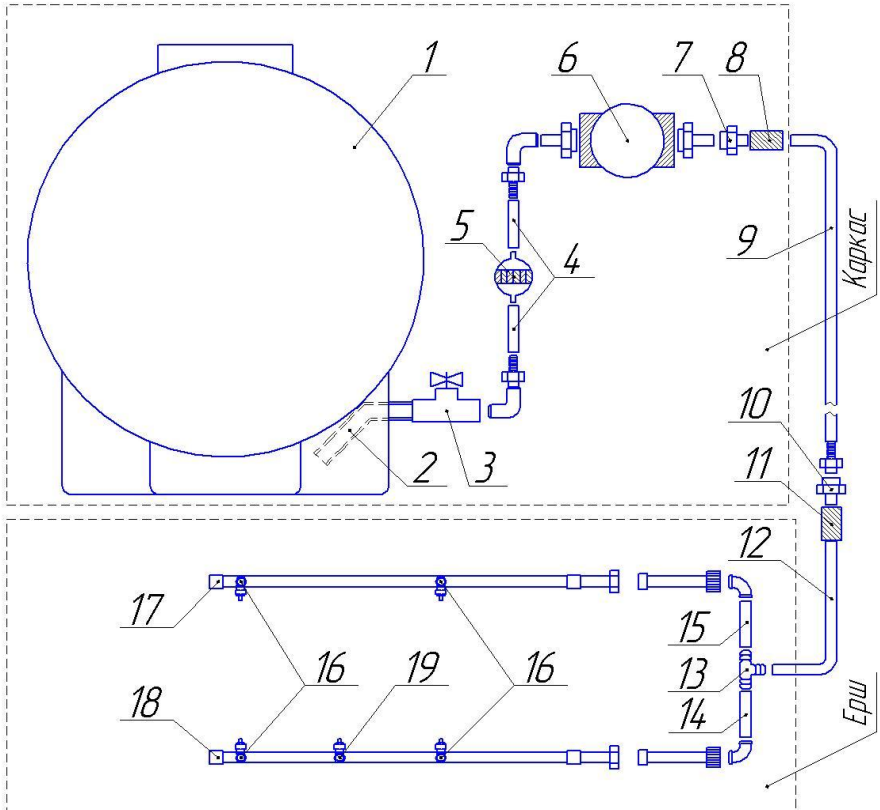

Рисунок 3. Система подачи воды
На заднюю навеску трактора устанавливается каркас с бочкой 1 (рис.3), на каркасе так же установлена помпа водяная 6 с всасывающей магистралью. Из бочки 1 вода всасывается
7. Проложить шланг 9 (Рис. 3) по раме правой стороны трактора;